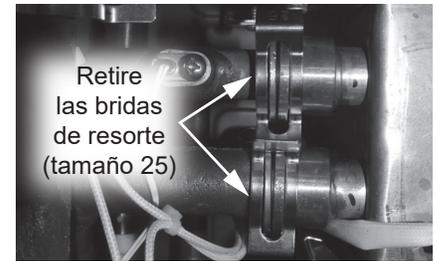

Figura 145 - Desconexión de la tubería de agua del HEX principal
- 36 Ubique las conexiones de agua de entrada y salida en el HEX principal. Retire las dos bridas de resorte (tamaño 25) que fijan las conexiones de agua y déjelas a un lado en un lugar seguro para volver a instalarlas. Desconecte las tuberías. Consulte la Figura 145.